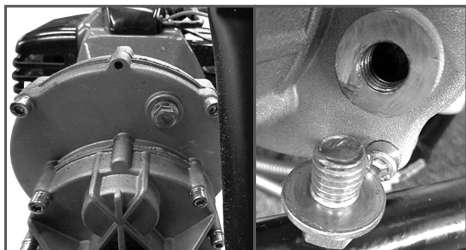

Рис. 2 Проверка наличия смазки
1. Извлеките винт (А) ключом на 10 под блоком редуктора и проверьте наличие смазки (Рис.2). При необходимости добавьте 50-100 г универсальной смазки (CHAMPION EP-0).